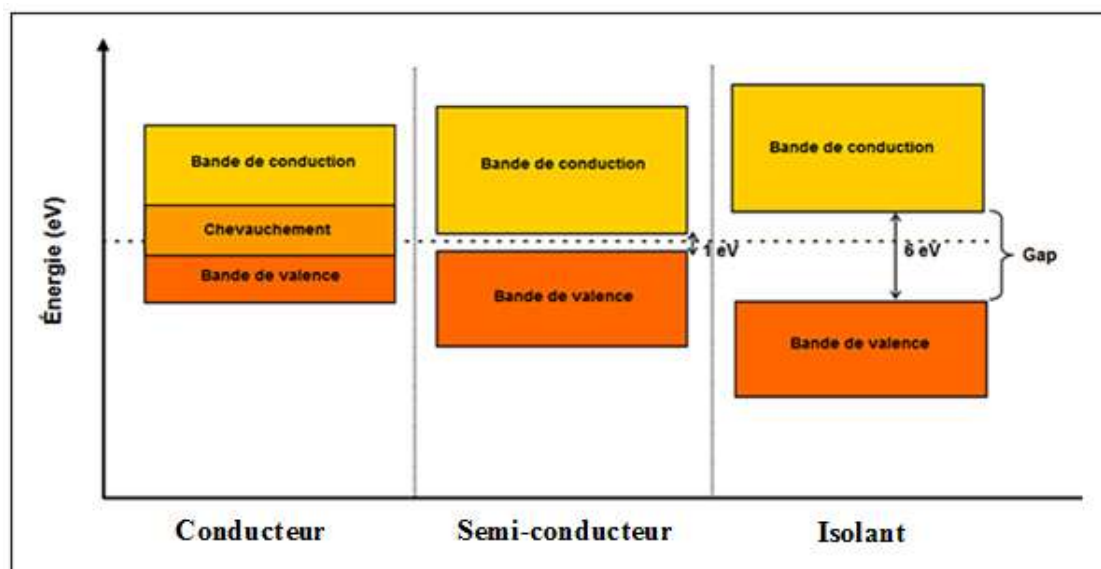

Figure 1.2 : Position des bandes d'énergie pour un conducteur, un semi-conducteur et un isolant.
Les **bandes d'énergie** correspondent donc aux niveaux d'énergie qui sont **permis** ou **interdits**, aux électrons des éléments ou des composés formant le matériau solide. La dernière bande remplie est appelée **bande de valence (BV)**, la bande immédiatement supérieure **bande de conduction (BC)**. La bande d'énergie comprise entre ces deux bandes est appelée **bande interdite (BI)**. C'est la valeur de l'énergie de cette bande qui va fixer les propriétés électriques du matériau (**Figure 1.2**) :